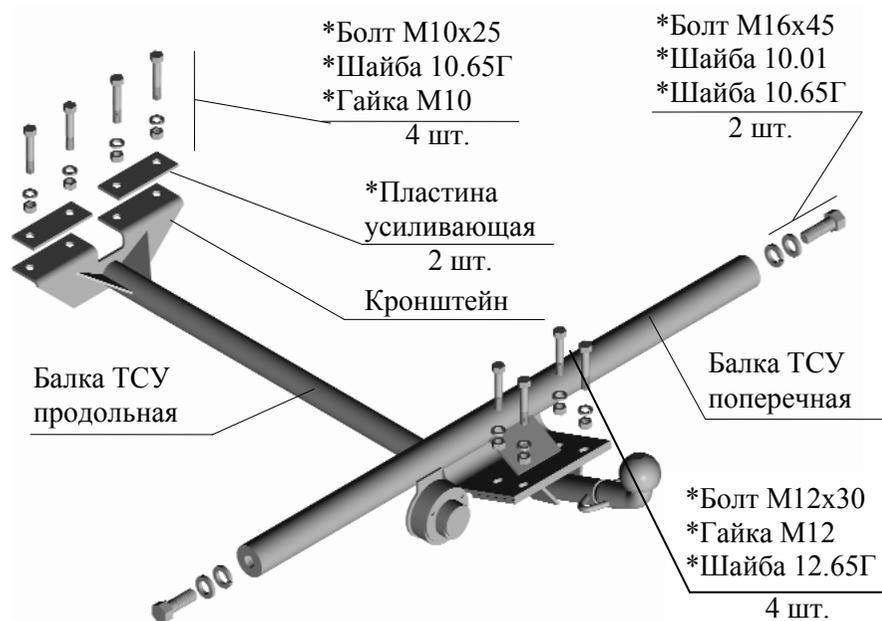

Рис.1 Тягово-сцепное устройство ТСУ 2105.Р
2.1 ТСУ 2105.P в сборе (рис.1)	1 шт.
2.2 Пакет с комплектующими (см. рис.1)	1 шт.